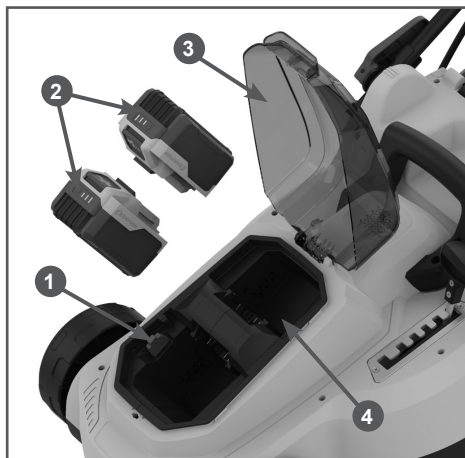

Рис. 11 Установка аккумуляторов и ключа безопасности
Для установки аккумулятора (аккумуляторов) (см. Рис.11):
1. Открыть крышку аккумуляторного отсека и вставить аккумулятор (аккумуляторы) в аккумуляторный отсек, задвинуть до упора, чтобы зафиксировать его (их) на месте (Рис. 11).
3. Вставить ключ безопасности (Рис. 11) в гнездо корпуса выключателя.